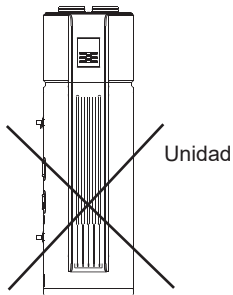

Figura 3-6
- En caso de que entre lluvia en los componentes internos de la unidad, el componente podría dañarse o causar peligro físico. (Figura 3-6)